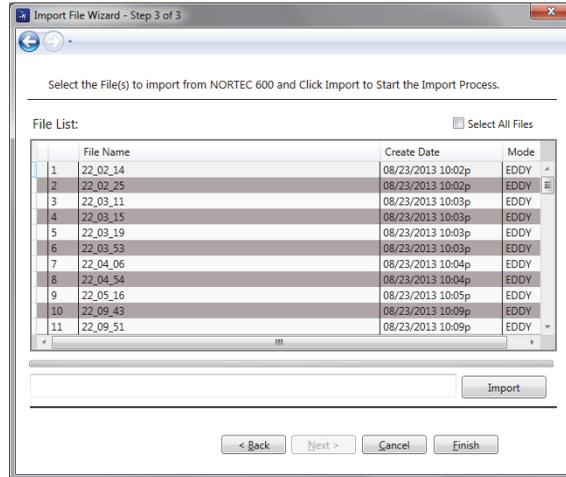

Figura 6-3 La selezione del file dell'Import File Wizard
3. Selezionare i file per importare (o selezionare **Select all files** [seleziona tutti i file] per importare tutti i file) ed in seguito cliccare su **Import** (importa) [vedere Figura 6-3 a pagina 321].